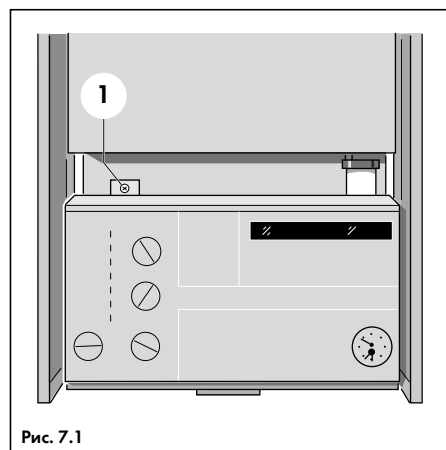

Рис. 7.1
- Отвернуть винт (1, рис. 7.1) и откинуть панель управления;
- Вернуть панель управления в нормальное положение и закрепить ее винтом (1, рис. 7.1);